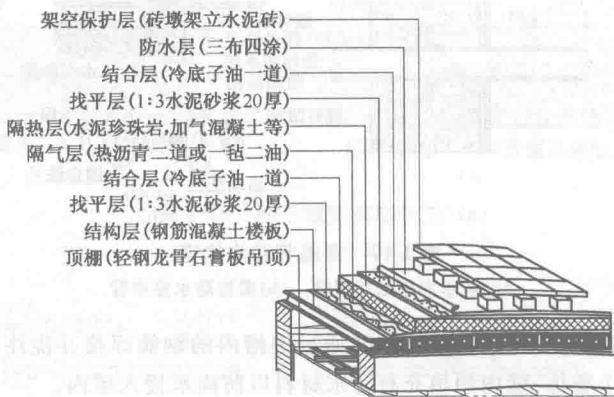

图 1-19 结构找坡、有隔热层、隔气层、卷材防水层、架空保护层屋面
2) 如图 1-19 所示, 是结构找坡、有隔热层、隔气层、卷材防水层、架空保护层屋面的构造。